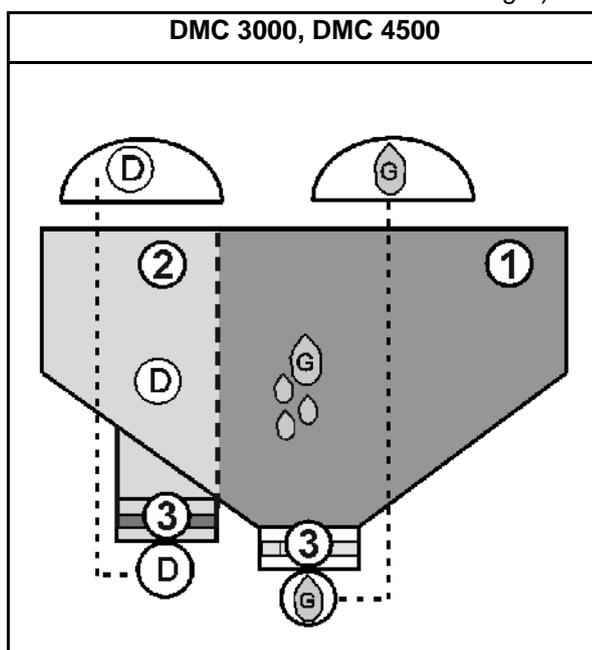
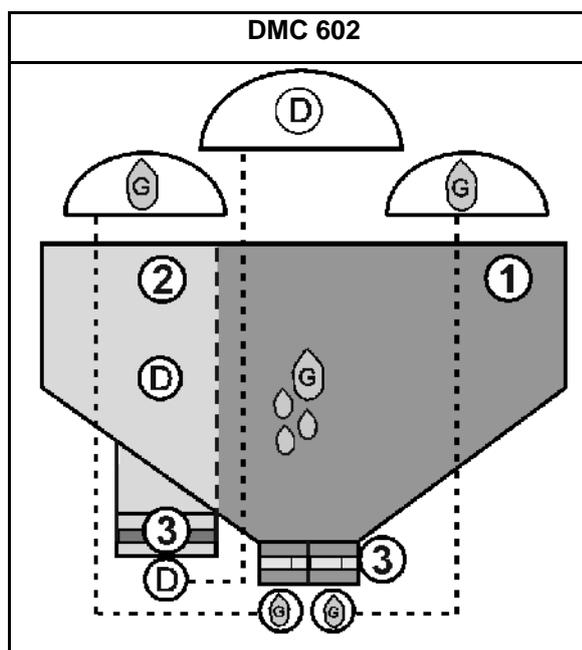

Fig. 30
Fig. 31
- Den Dosierer (Fig. 30/3, Fig. 31/3) mit einer Dosierwalze für Dünger) ausrüsten.